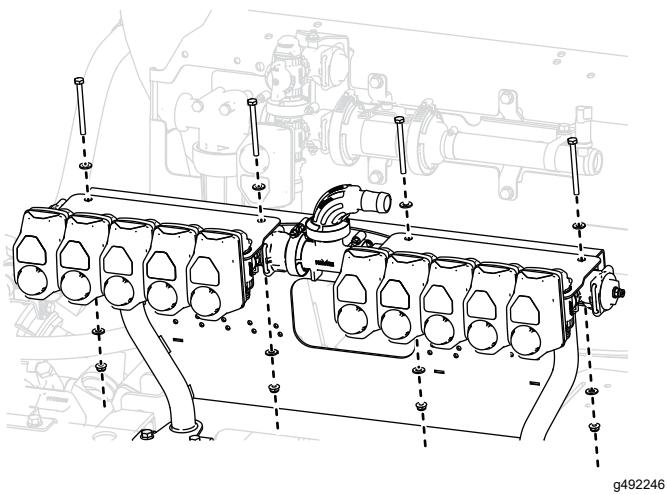

Figure 45
8. Montez les supports de dérivation et le collecteur sur le support de vannes à l'aide de 4 boulon ($\frac{1}{4}$ " x 3"), 8 rondelles ($\frac{5}{8}$ ") et 4 contre-écrous ($\frac{1}{4}$ "), comme montré à la Figure 45.